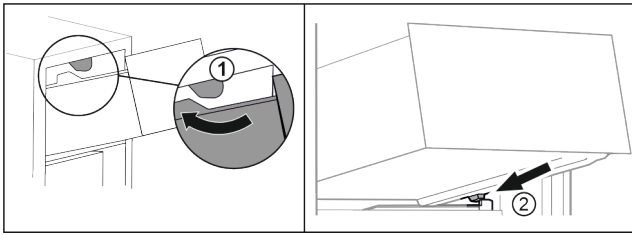

Fig. 83
- ▶ Обвести висувний ящик навколо верхнього стопора. Fig. 83 (1)
- ▶ Встановити висувний ящик за нижніми стопорами на ребро для резервуару навскоси. Fig. 83 (2)